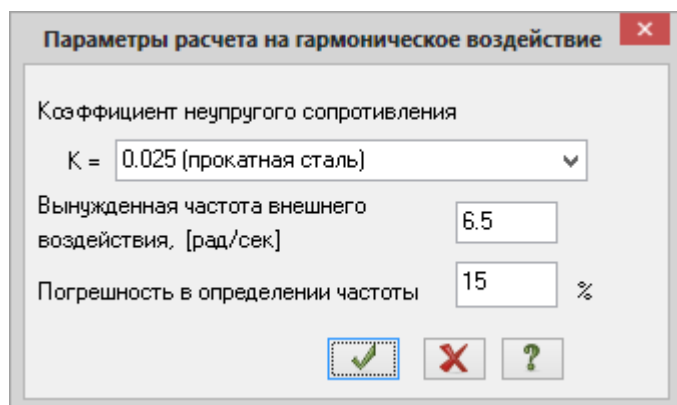

Рис.3.24. Диалоговое окно Параметры расчета на гармоническое воздействие
- В диалоговом окне **Параметры расчета на гармоническое воздействие** (рис.3.24) задайте следующие параметры: